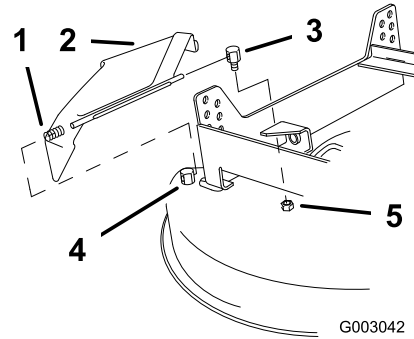

Figure 55
1. Enlevez le contre-écrou de fixation de l'ergot de pivot du déflecteur arrière et déposez l'ergot (Figure 55).
2. Enlevez l'ensemble déflecteur de l'ergot de pivot de déflecteur avant (fixe) et déposez l'ensemble déflecteur de la tondeuse (Figure 55).
5. Montez l'ergot de pivot de déflecteur arrière sur le plateau de coupe et serrez le contre-écrou (Figure 55).